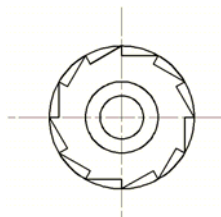

图 9-117 环形阵列
- 06 使用【图层特性】命令, 将圆替换为“轮廓线”层, 并单击【修改】工具栏  按钮, 激活【阵列】命令, 进行环形阵列, 阵列中心为圆心, 项目总数为 12, 项目间填充角度设置为 360° , 阵列结果如图 9-117 所示。